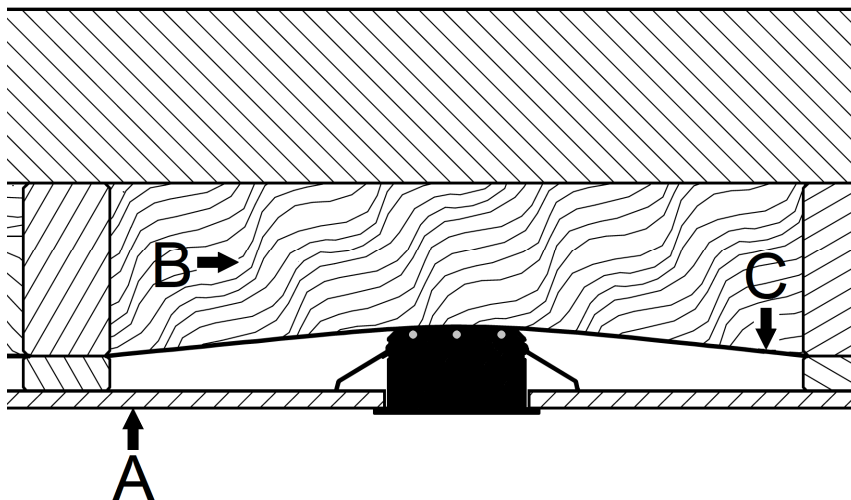

Abbildung 1
- Die LED-Leuchte ist zur Montage auf normal entflammbaren Oberflächen geeignet, z.B. auf Holz und Werkstoffen auf Holzbasis mit mehr als 2 mm Dicke (siehe Abbildung 1: Punkt A).
abgedeckt werden (siehe Abbildung 1: Punkt B). Die Einbaubedingungen des jeweiligen Herstellers sind zu beachten.
- Bei Einsatz einer sogenannten Dampfbremse bzw. Dampfsperre (siehe Abbildung 1: Punkt C) sind die Einbaubedingungen und Temperaturbeständigkeit des jeweiligen Herstellers zu beachten. Erforderlich ist eine dauerhafte Temperaturbeständigkeit  $\geq 80^{\circ}\text{C}$